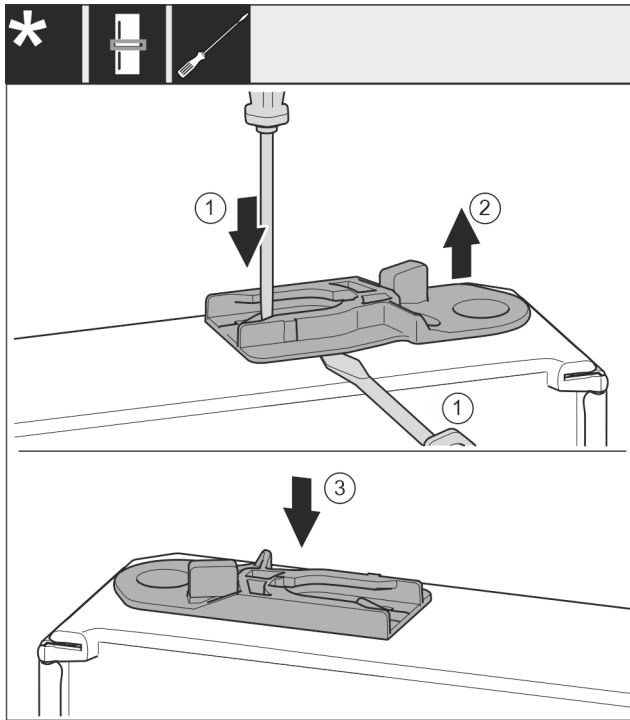

Fig. 53 \*
- ▶ 拉出导向轴套：将接片 Fig. 53 (1)用带槽螺丝刀按住的同时将带槽螺丝刀移动到导向轴套 Fig. 53 (2)下方。\*
- ▶ 将供货时附带的导向轴套 Fig. 53 (3)插入外壳的另一侧。\*